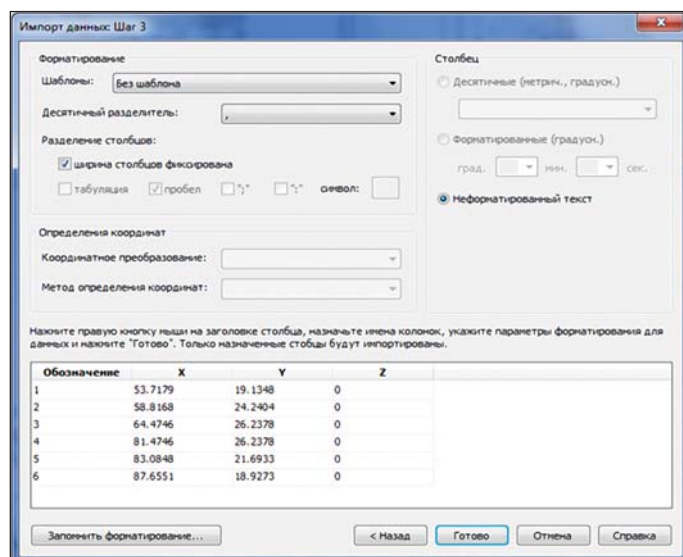

Рис. 2. Импорт данных
- преобразованы из координатных точек, образованных в процессе работы либо импортированных из различных форматов в расширенном диалоге программы (рис. 2).